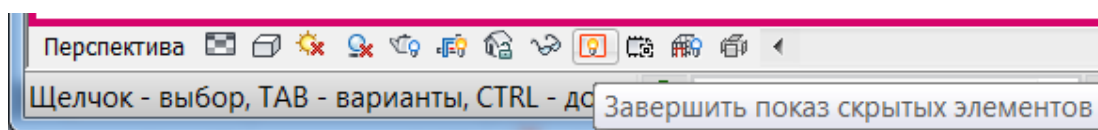

Рис. 95
3. На **Панели управлением видом** щелкнуть на инструмент **Завершить показ скрытых элементов** (желтая лампочка) (рис. 95).